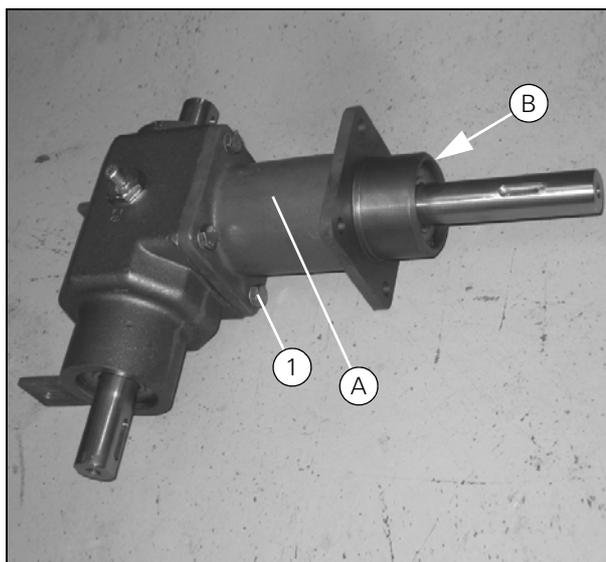
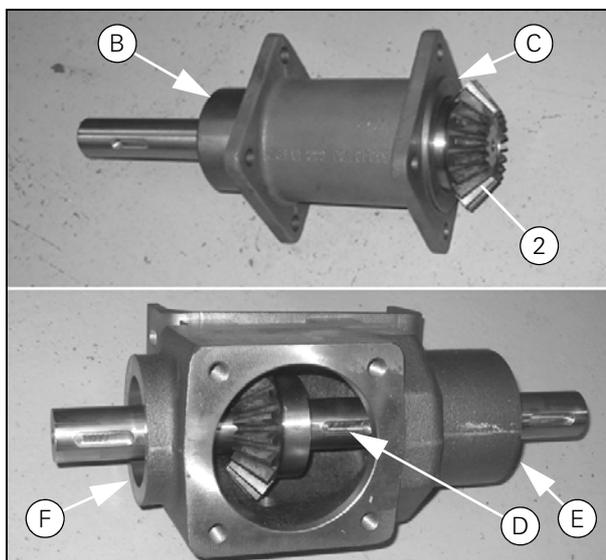

Рисунок 20
Рисунок 21
- Установите зубчатое колесо на вал перед запрессовкой вала в корпус редуктора (Рис. 21).
- После запрессовки вала в корпус, установите прокладки (G) и шпонку (H) перед закреплением колеса на валу.
- При помощи двух кернений (J) зафиксируйте зубчатое колесо во избежание проскальзывания при сборке стакана и корпуса редуктора.
- После сборки стакана и корпуса проверьте боковой зазор в передаче: Зафиксируйте вал (K). Закрепите на конце вала (L) пластину такой длины, чтобы ее конец находился на одной линии с краем стакана, как показано на рисунке. Перемещение должно быть в пределах $6 + 2/-0$ мм. При необходимости отрегулируйте боковой зазор передачи прокладками (G).
- Снова снимите стакан (A) (Рис. 20) и заложите в него 0,5 кг трансмиссионной консистентной смазки STATOIL Fibreway EP0 или ее аналог. Нанесите жидкий герметик между стаканом и корпусом редуктора (M). Выполните сборку так, чтобы пазы на концах валов (N) были расположены под углом 90° друг к другу.